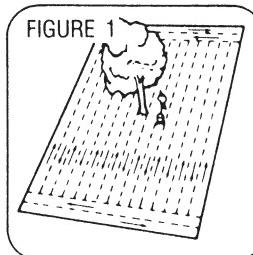

FIGURE 1
2. Pour un meilleur résultat, répandez l'engrais ou les graines entre les bordures de gazon les plus étroites, puis effectuez deux passages de chaque côté afin de tourner la machine et répandez entre ces deux bandes. Voir figure 1.